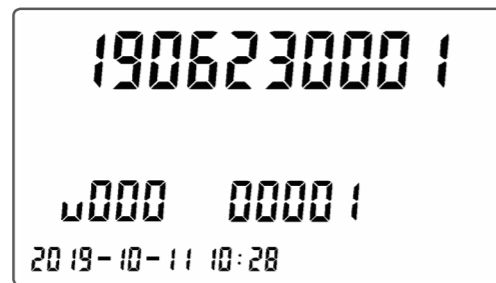

图 22
j. 开户后，第五屏界面如图 22 所示，出厂编号和版本号显示。